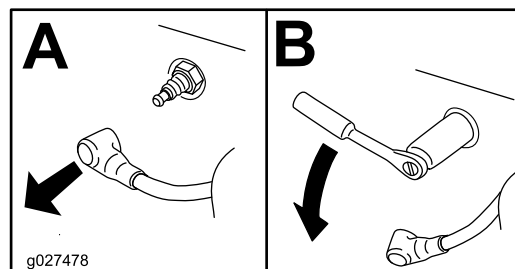

Figure 31
3. Déposez la bougie (Figure 31).